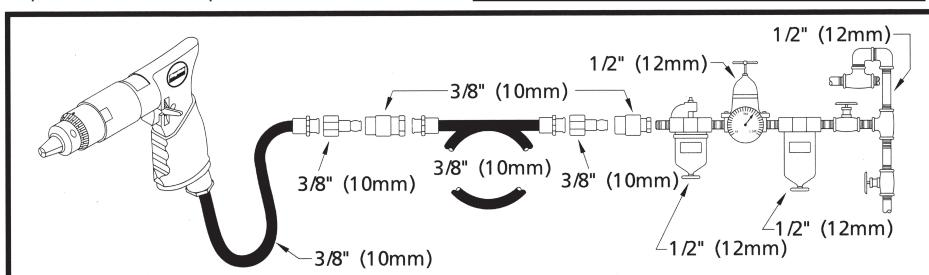

Figure 2 - Configuration recommandée de la conduite d'alimentation en air
1. Cet outil doit être alimenté en air pur et sec à une pression de 620 kPa. Une pression plus élevée entraînerait une usure nettement plus rapide. Reliez l'outil à la ligne d'air en utilisant la conduite, le tuyau et les raccords dans les dimensions indiquées dans Figure 2.
Des tuyaux mal raccordés, endommagés ou aux bagues desserrées peuvent provoquer des blessures graves s'ils se détachent. Vérifiez tuyaux et bagues. N'utilisez jamais d'attaches rapides sur l'outil. Reportez-vous Figure 2 d'install ation.